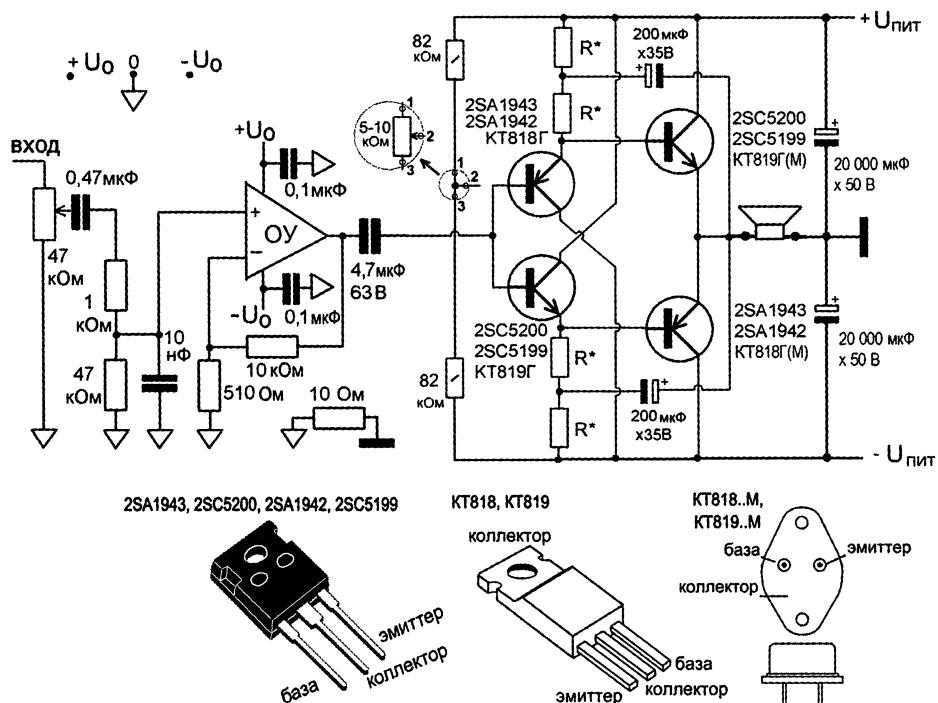

Рис. 8.6. Схема усилителя
Схема показана на рис. 8.6. Каскад на операционном усилителе является усилителем напряжения, а каскад на четырех транзисторах — усилителем тока. Коэффициент усиления по напряжению равен 20 (отношение сопротивлений резисторов 10 кОм и 510 Ом в цепи обратной связи ОУ).
Варианты усилителя по схеме рис. 8.6 и его параметры
Транзисторы выходного каскада необходимо попарно подобрать с одинаковыми коэффициентами усиления по току. Перед первым подключением акустической системы необходимо подключить резистор сопротивлением 3—10 Ом и убедиться, что постоянное напряжение на выходе не превышает 50 мВ. В противном случае необходимо применить переменный резистор на входе, как показано на рис. 8.6 и выставить нулевое постоянное напряжение на выходе.
*Работоспособность выходного каскада можно проверить, подключив на его вход (левый по схеме на рис. 8.6 вывод разделительного конденсатора емкостью 4,7 мкФ) сигнал непосредственно от проигрывателя компакт-дисков.*
Схема показана на рис. 9.3, а внешний вид готового усилителя — на рис. 9.4. Принципиально схема не отличается от ранее рассмотренной схемы на рис. 8.6. Отличие состоит в применении широкополосных высококачественных операционных усилителей на входе.
Перед первым подключением акустической системы необходимо подключить резистор сопротивлением 3—10 Ом и убедиться, что постоянное напряжение на выходе не превышает 50 мВ. В противном случае необходимо применить переменный резистор на входе, как показано на рис. 8.6 и выставить нулевое постоянное напряжение